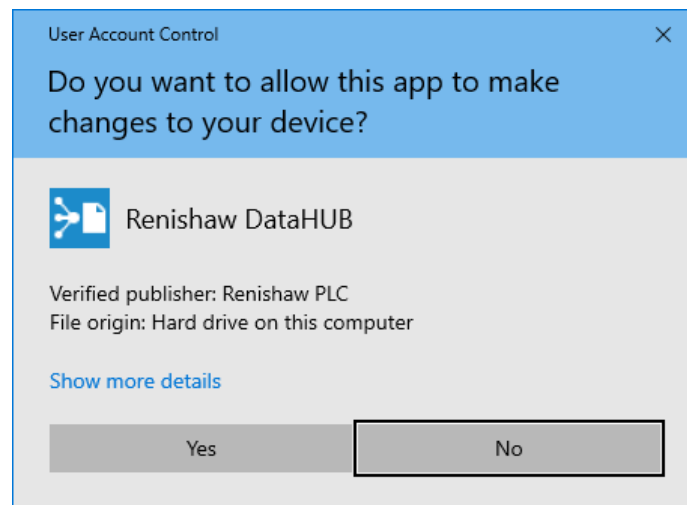

Abbildung 16 „Yes“ (Ja) wählen
4. Wählen Sie **Yes** (Ja) (siehe Abbildung 16).